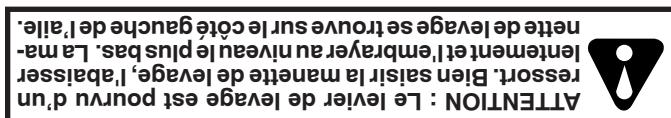

Fig. 3
(Voir la Fig. 3 et 4)
1. TIRER LE BRAS DU LEVIER DE LEVAGE DE LA CASSEROLE BASSEER LA MANETTE DE LEVAGE DE LA CASSEROLE ET INSALLER LA TONDEUSE (Voir la Fig. 3 - 15)